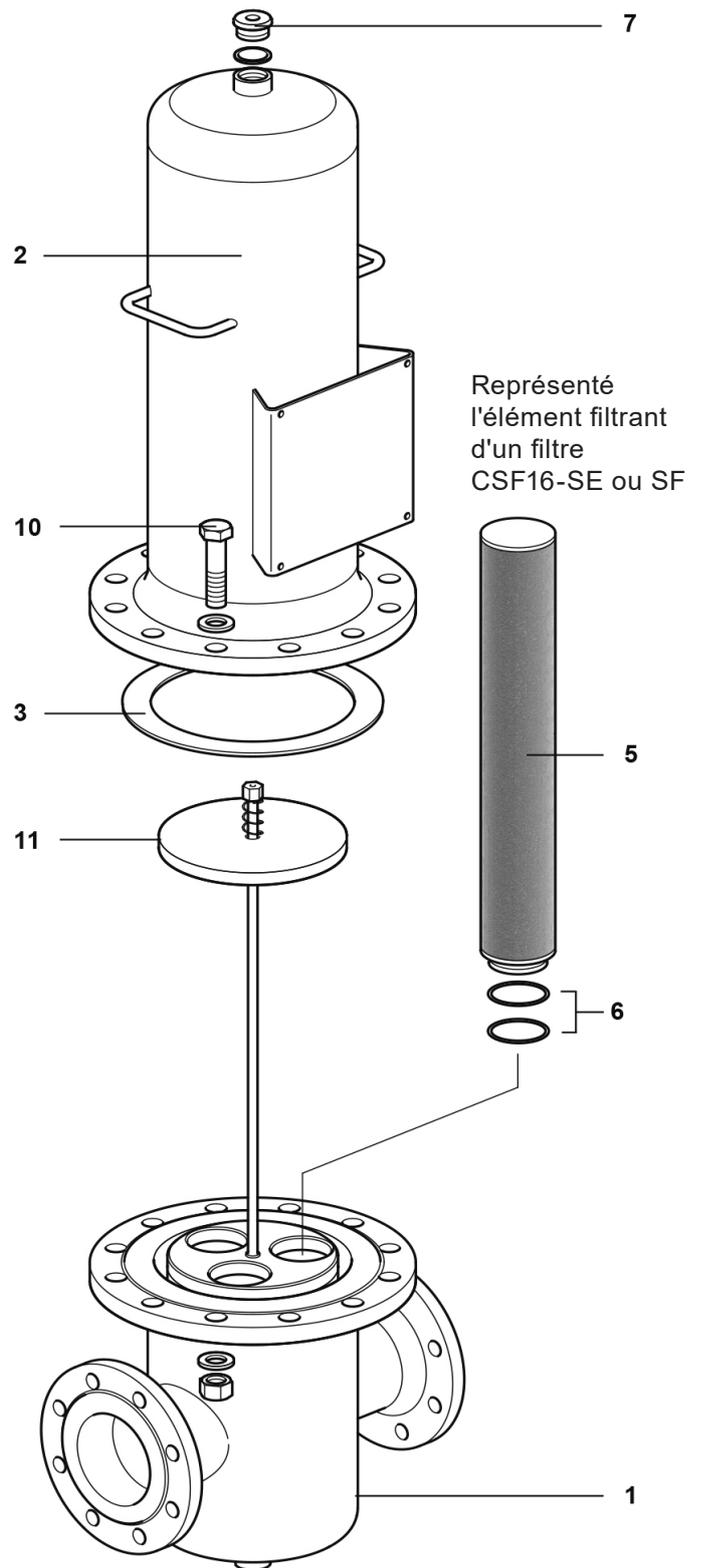

Fig. 8 - Filtre à vapeur - DN100 et DN150 (Représenté DN100L)
2. La bague du boîtier (4) ou les boulons du boîtier (10) qui maintiennent ensemble le carter supérieur du filtre (2) et le carter inférieur du filtre (1) doivent être dévissés à l'aide de la clé appropriée. Le carter supérieur du filtre (2) peut alors être retiré.
3. Les joints de l'élément filtrant (2 pièces, élément 6) doivent ensuite être lubrifiés à l'aide d'un lubrifiant adapté à l'application, avant de les monter sur le carter inférieur du filtre (1).
4. L'élément filtrant (5 - veuillez noter qu'il existe plusieurs éléments pour les plus grandes tailles) doit être doucement poussé dans le carter du filtre (1).
5. **Lorsque plusieurs éléments sont installés**, l'ensemble de support de filtre (11) doit être assemblé et installé comme indiqué sur la Fig. 8.
6. Assurez-vous que le joint du filtre (3) est en place.
7. **Pour les DN8 au DN80 :** La bague du boîtier (4) doit ensuite être soigneusement placée dans le logement du carter supérieur du filtre (2), avant d'abaisser doucement le carter inférieur du filtre (1) sur l'élément filtrant et de serrer la bague (4). La bague (4) est conçue avec un filetage grossier pour minimiser le risque de grippage. La lubrification du filetage n'est normalement pas nécessaire. Cependant, un lubrifiant pour filetage peut être utilisé si nécessaire.
- Pour les DN100 et DN150 :** Abaisser doucement le carter supérieur (2) sur les éléments filtrants et placez-le sur le carter inférieur (1). Serrer les boulons du boîtier au couple recommandé - Voir le Tableau 1.